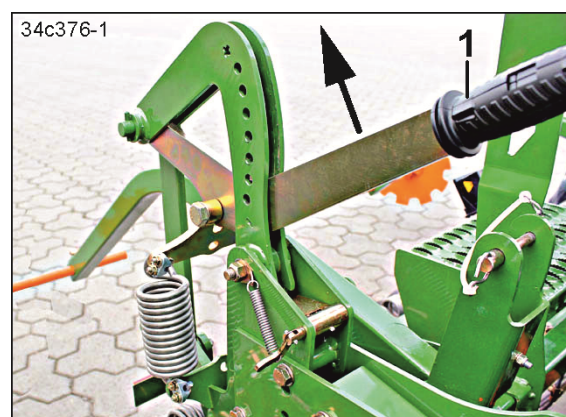

Рис. 205
4. Перемістіть важіль (Рис. 205/1) в напрямку стрілки.